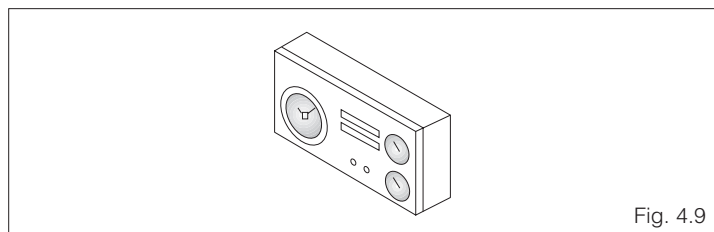

Fig. 4.9
- al accionar el termostato ambiente o el programador horario (fig. 4.9)